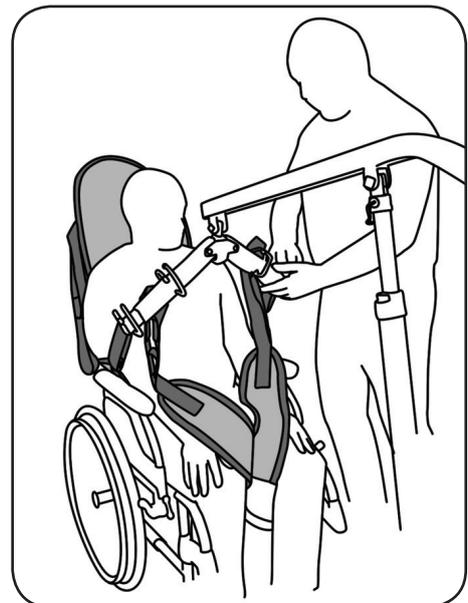

Abb. 8.3.02 – Liftergurt zwischen Patient und Sitzfläche positioniert
5. Führen Sie die Beinstützen von außen nach innen unter den Oberschenkeln des Patienten durch, so dass die Beinschlaufen zwischen den Oberschenkeln liegen. Achten Sie darauf, dass die Beinschlaufen gleich lang sind. Straffen Sie die Beinstützen durch seitliches Ziehen, damit sie faltenfrei anliegen. Ordnen Sie die Schulterschlaufen rechts und links von den Schultern des Patienten an. Die Kopfschlaufen hängen außen herunter (Abb. 8.3.02).